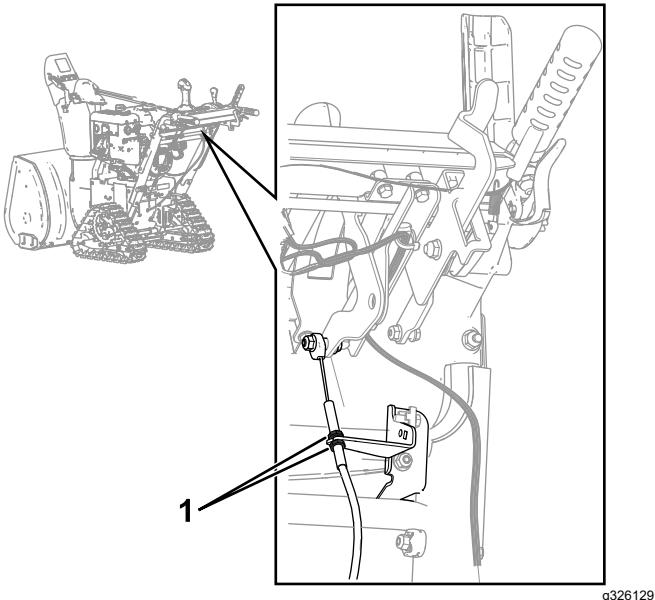

Рисунок 5
- B. Ослабьте 2 гайки троса управления скоростью, находящегося на кронштейне рычага переключения скоростей, расположенном под панелью управления (Рисунок 5).